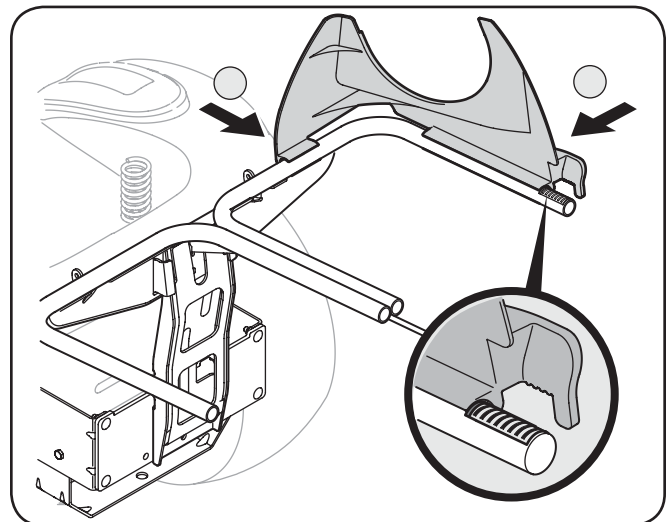

Figure 4-11
1. Insérez la goulotte de descente supérieure de plastique en place en enclenchant d'abord la partie latérale sur le rail de support du dispositif d'ensachage avec le bord du dispositif d'enclenchement aligné avec la ligne rouge, comme illustré à la figure 4-11.
2. Insérez la partie avant de la goulotte de descente au rail, comme illustré à la figure 4-11.